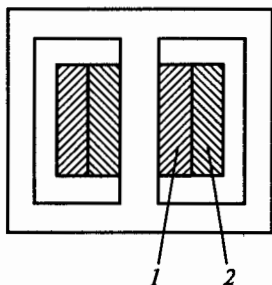

Рис. 172
**6.5.** Какая из обмоток трансформатора на рис. 172 является обмоткой низкого напряжения?